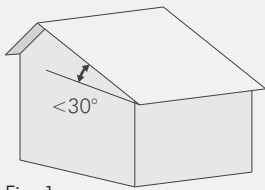

Fig. 1
Este tipo de trabajo son únicamente aquellas intervenciones en cubiertas con una inclinación inferior a 30° (Fig. 1), en las que el operario, para poder trabajar con seguridad, debe engancharse a una línea de seguridad flexible horizontal, instalada previamente en el vértice de la cubierta (A). Si esta línea de seguridad no está instalada, un operario cualificado deberá instalar una línea de seguridad temporal, para realizar el trabajo de forma segura. El acceso a la cubierta puede realizarse:
El trabajo su techo se refiere exclusivamente a coperturas con inclinación inferior a 30° (Fig. 1) donde l'operatore, per lavorare in sicurezza, dovrà collegarsi ad una linea vita orizzontale flessibile già installata sulla linea di colmo (A). Qualora questa non sia presente, un operatore con la dovuta qualificazione dovrà installare una linea vita temporanea tramite la quale poter effettuare il lavoro in sicurezza.